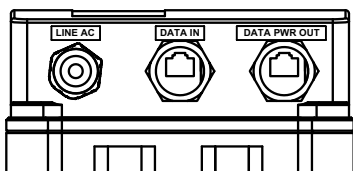

図 2
2. イーサネットケーブルを DATA IN に接続します。図 2 参照。